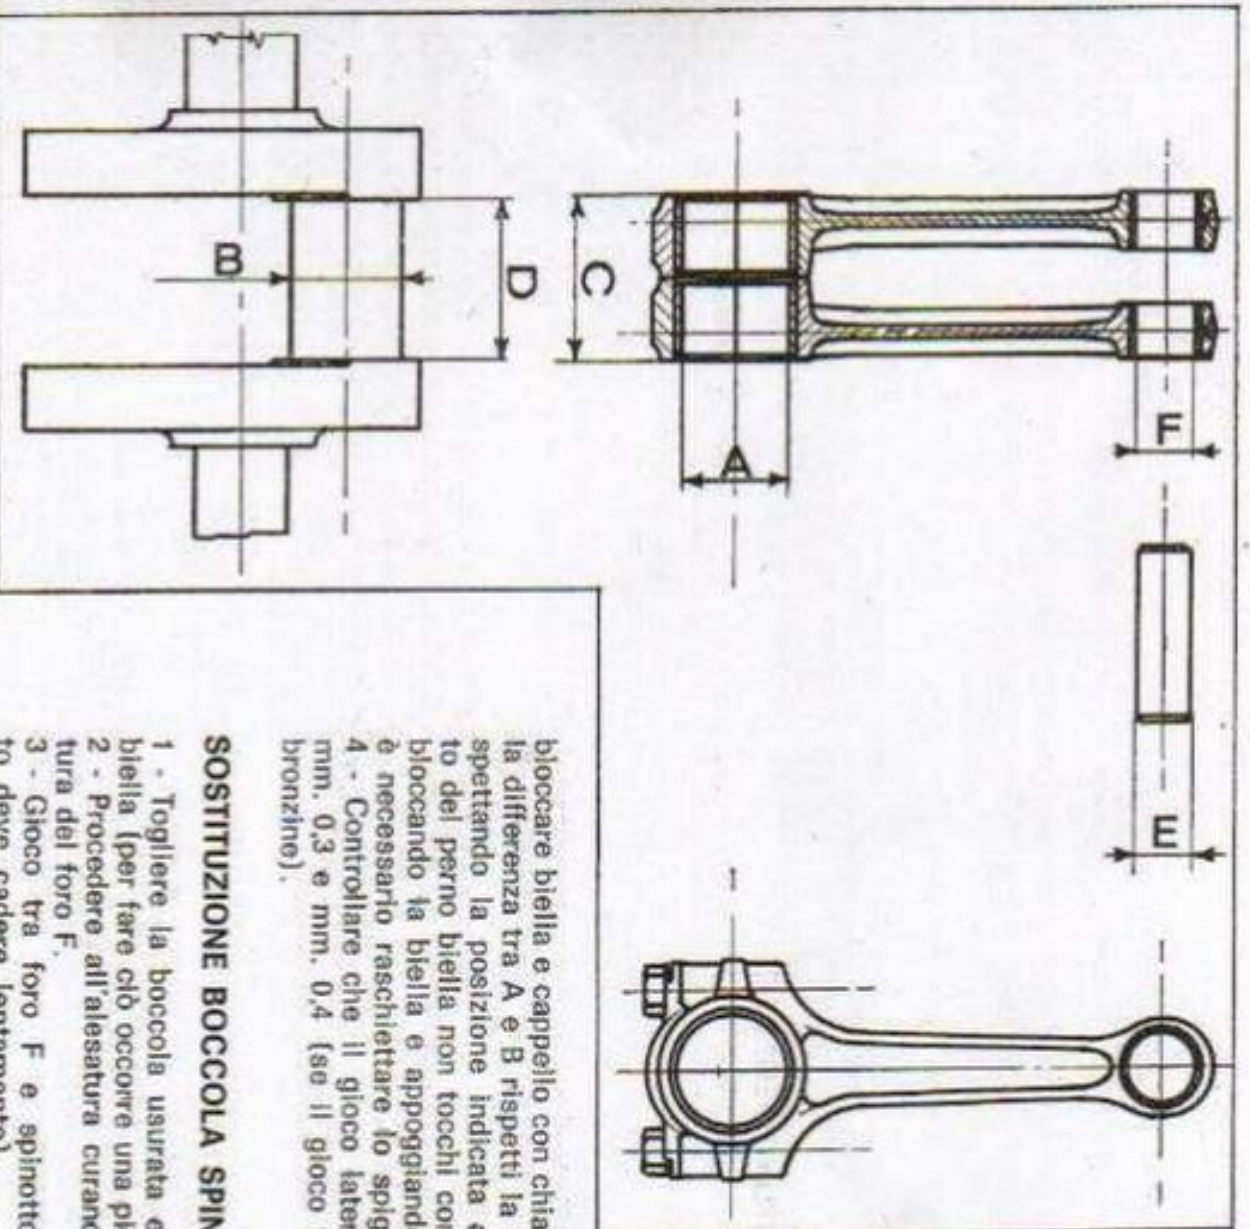

Fig. 16
Qualora il perno fosse usurato, o il gioco tra A e B (fig. 16) superasse mm. 0,080 procedere alla rettifica del perno. Minorazioni consentite mm. 0,2 e 0,4. E' opportuno dopo rettifica togliere le bave e gli spigoli vivi sui fori olio.
Per eseguire questo controllo è necessario bloccare biella e cappello con chiave dinamometrica tarata a Kg. 2,5 e controllare che la differenza tra A e B rispetti la tolleranza. 2 - Montare le bielle sull'albero motore rispettando la posizione indicata a fig. 16. 3 - Controllare che il raggio sullo spallamento del perno biella non tocchi contro lo spigolo della bronzina (questa prova si esegue bloccando la biella e appoggiandola contro lo spallamento. Qualora ciò si verificasse è necessario raschiare lo spigolo della bronzina).
- 3 - Gioco tra foro F e spinotto E mm. 0,02 - 0,035 (fig. 16) (lo spinotto lubrificato deve cadere lentamente).